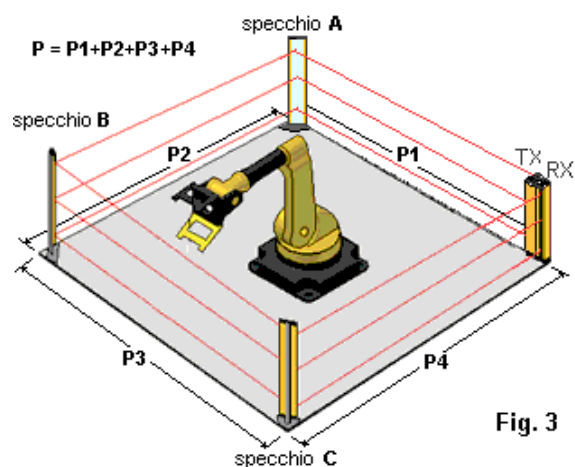

Fig. 3
- protezione **totale** (quando la barriera protegge 4 lati impiegando 3 specchi come da fig. 3).